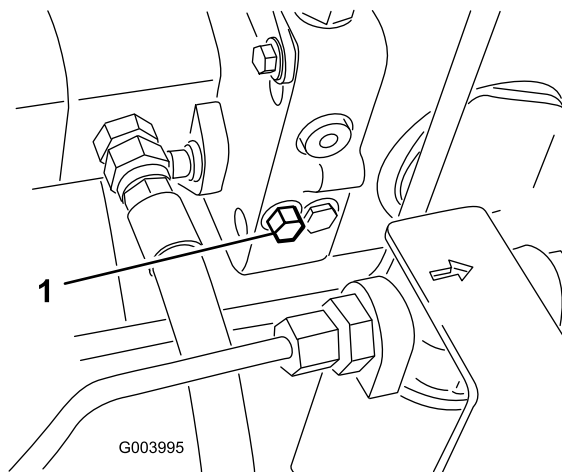

Bild 42
1. Dieses Sicherheitsventil befindet sich links am Hydrostat (Bild 42). Drehen Sie die Schraube um eineinhalb Umdrehungen, um das Ventil zu öffnen und Öl intern abzulenken. Weil das Öl abgelenkt wird, lässt sich die Maschine ohne Schäden am Getriebe langsam bewegen.